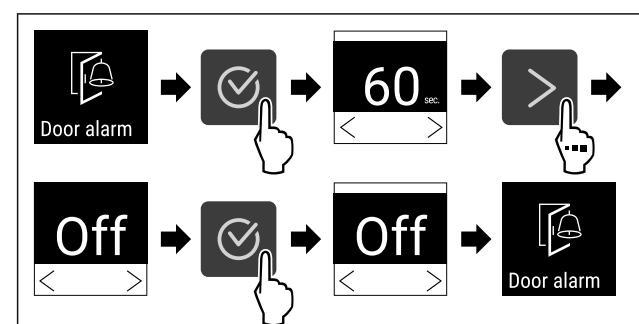

Fig. 142
- Følg anvisningene (se Fig. 142) .